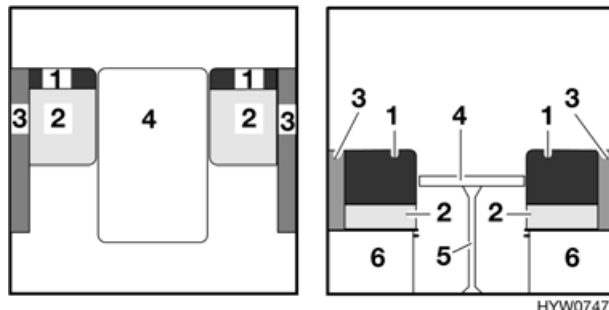

Fig. 37 Prima della trasformazione
- Sollevare il piano del tavolo (Fig. 37,4) e il piede del tavolo (Fig. 37,5) e stivarli negli appositi supporti.
- Rimuovere tutti i cuscini (Fig. 37,1 e 3) e riporli.